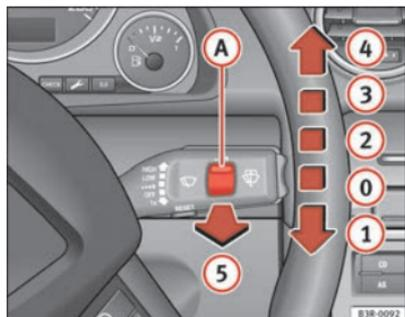

Abb. 101 Scheibenwischerhebel
Der Scheibenwischerhebel  $\Rightarrow$  Abb. 101 hat folgende Stellungen:
Betätigen Sie bei eingeschaltetem Licht die Wisch-/Waschautomatik → Seite 133, Abb. 101 (5), wobei Sie den Hebel länger als etwa 1 Sekunde angezogen halten.